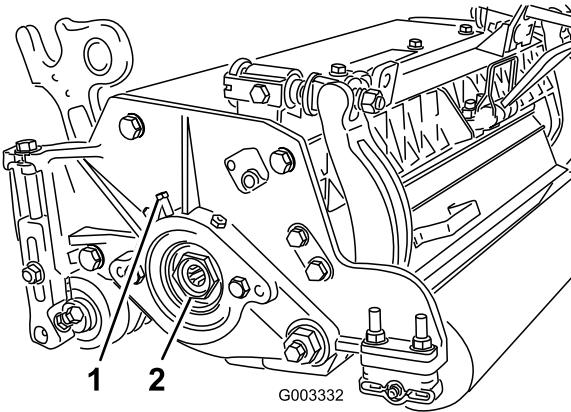

Figura 28
- Afloje el tornillo de fijación exterior que sujeta la tuerca de ajuste del cojinete al alojamiento del cojinete situado en el lado izquierdo de la unidad de corte (Figura 28).